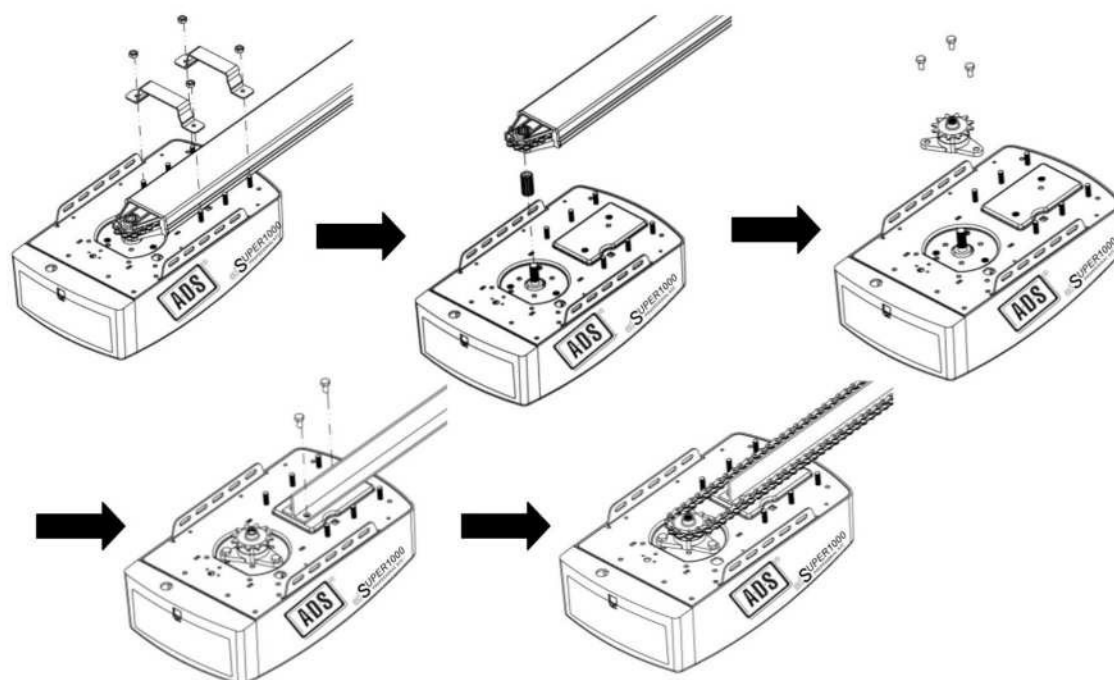

Fig.37
6.2.-Cambio de Riel "C" a Riel "T". (Fig.37)